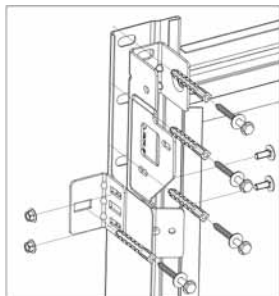

Fig. 9.1a
- Fastgør øverste del af vinkelprofilen sammen med wirefastgørelsesbeslag og forstærket sidebeslag som vist i fig. 9.1a og 9.1.b. Brug to M6×16 rundhovedet bolte og møtrik med krave.